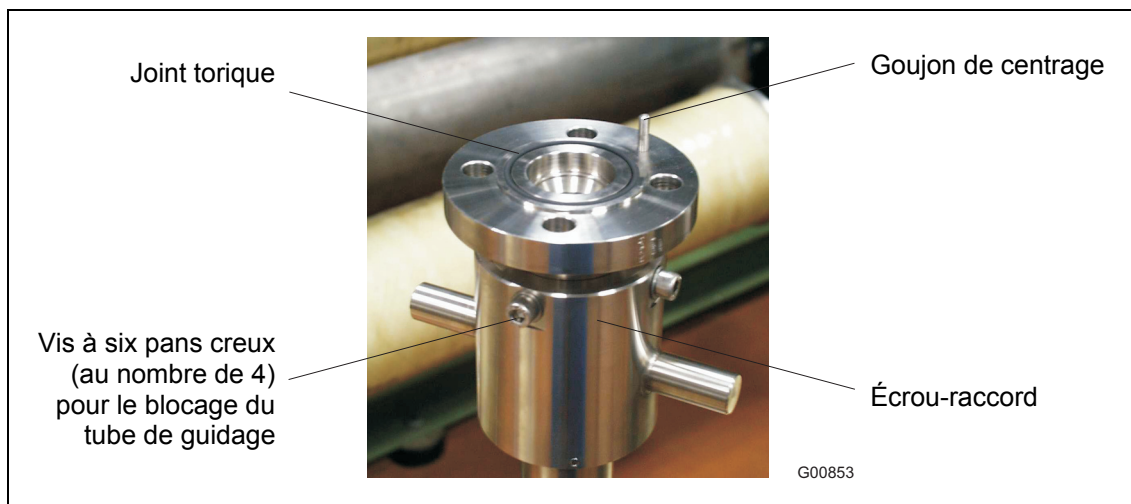

Fig. 10
- Insérer le joint torique (55 x 3 mm [2,16 x 0,12 inch]) dans la gorge prévue à cet effet (Fig. 10). Le joint torique et les vis font partie des fournitures.